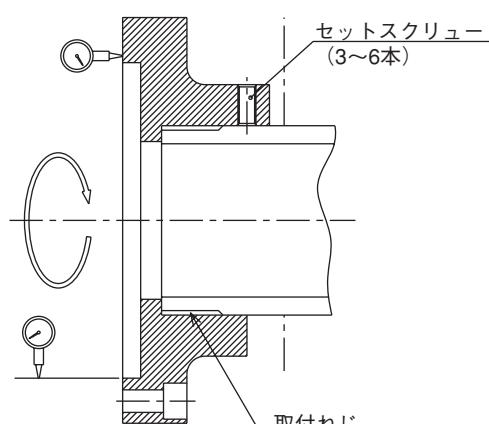

図 10 シリンダアダプタの振れ測定
- シリンダアダプタの面振れ及びインローの振れは 0.005mm 以下にして取付ること。（図10）
○ シリンダアダプタの緩み止めのセットスクリューを必ず設けてください。（図10）